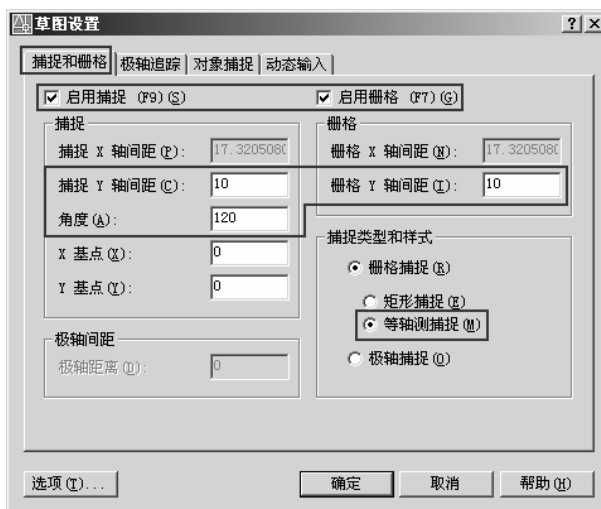

图 7-28 设置正等轴测环境
- (1) 运行 AutoCAD，新建一个 Dwg 文件。
- (2) 单击“工具\草图设置”菜单命令，系统弹出“草图设置”对话框，在该对话框的“捕捉和栅格”选项卡中选择“启用捕捉”和“启用栅格”复选项以及“等轴测捕捉”单选项，然后设置相关的参数，如图 7-28 所示。
- (3) 单击状态栏中的 **正交** 按钮使之凹陷，打开“正交”功能。